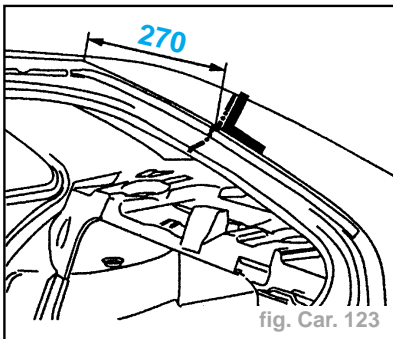

fig. Car. 123
- Tracer, puis découper à l'aide d'une meule épaisseur **1 mm** (coupe provisoire) (fig. Car. 123).